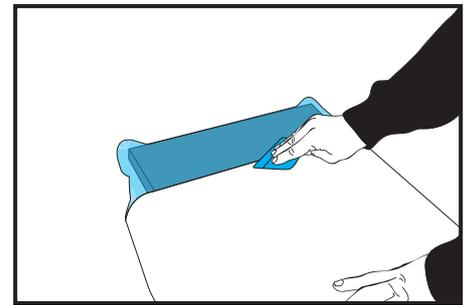

Abbildung 02
- › Beginnen Sie die Verklebung der Folie an einem der Kopfen der waagrechten Tischplatte oder des Regalbodens. (Abb. 02)